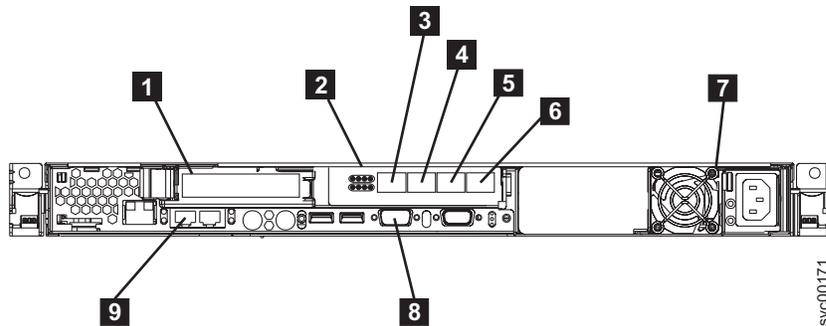

図 14. ケーブル保持ブラケットが取り付けられている SAN ボリューム・コントローラー 2145-8F4
3. ケーブル保持ブラケットをサポート・レールに合わせて置き、サポート・レールの背面にあるスロットの上にケーブル保持ブラケットを取り付けます。20 ページの図 14 は、SAN ボリューム・コントローラー 2145-8F4 に取り付けられるケーブル保持ブラケットを示したものです。